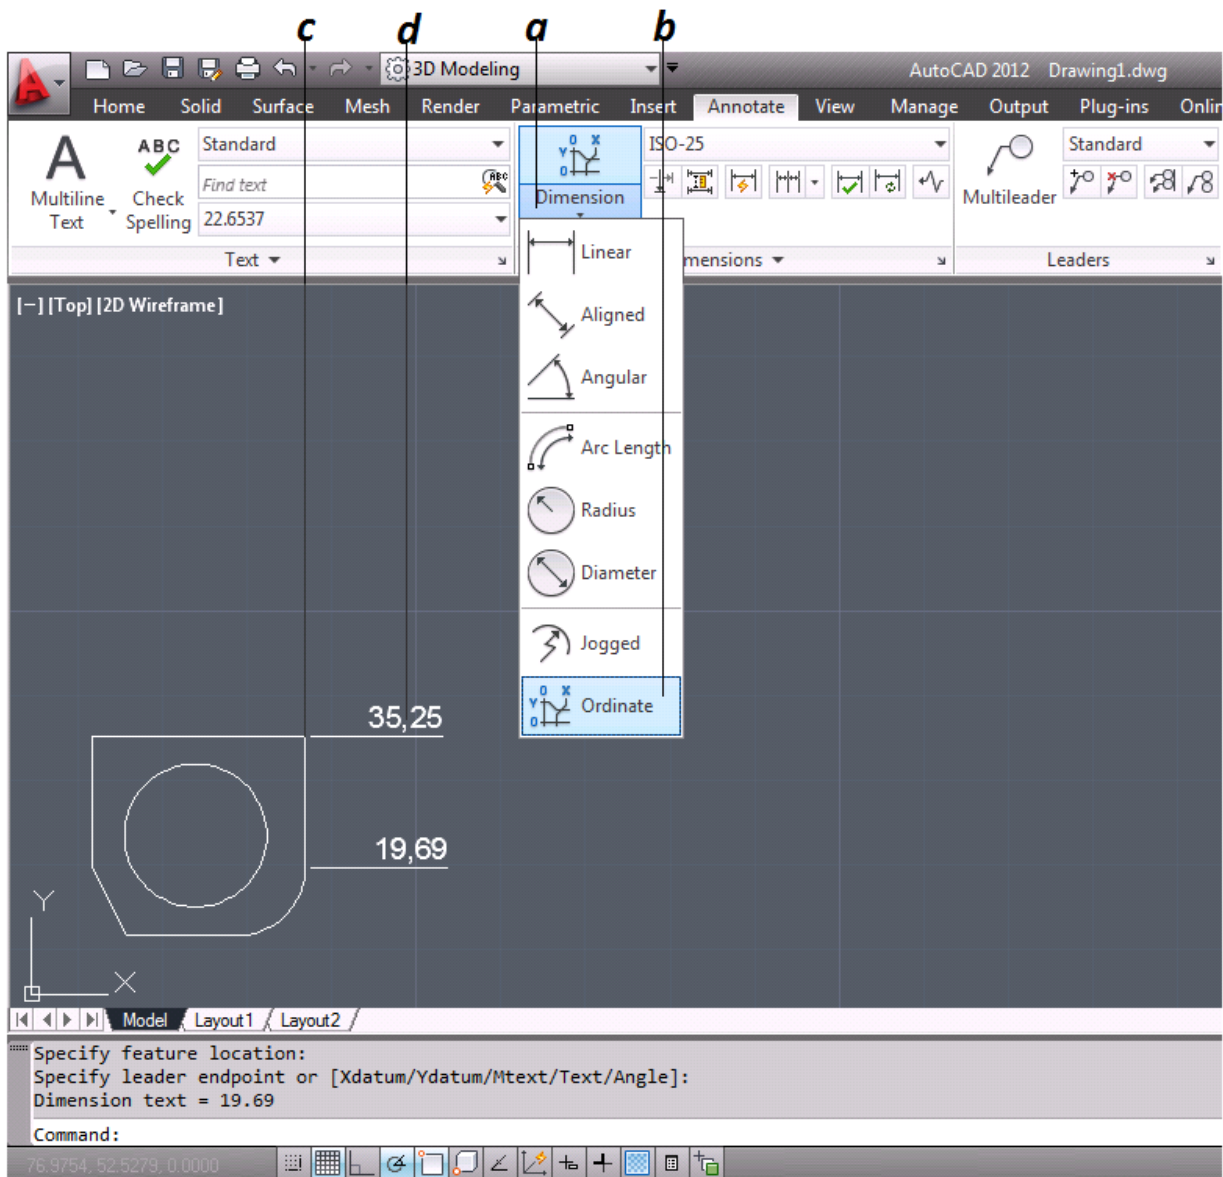

Figura 3.69 Acotado “Coordenada”
- Se da clic sobre el icono Dimensión [Dimension] para desplegar la lista de tipos de Cotas (figura 3.69).
- Se selecciona la herramienta Coordenada [coordinate] de la lista de tipo de cotas (figura 3.69).
- Se selecciona el punto donde se desea la coordenada (figura 3.69).
- Con el puntero se indica donde se localizara la cota (figura 3.69).